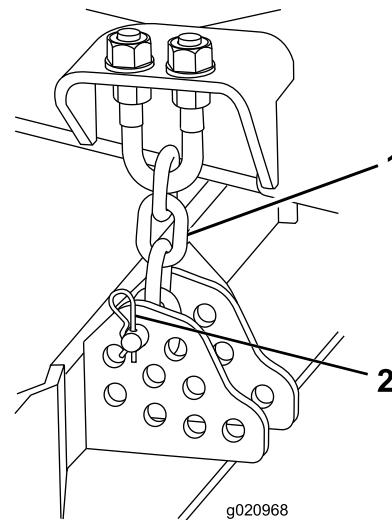

Bild 17
5. Entfernen Sie den Splint und den Lastösenbolzen, mit denen die Schnitthöhenkette an der Rückseite des Mähwerks befestigt ist (**Bild 17**).